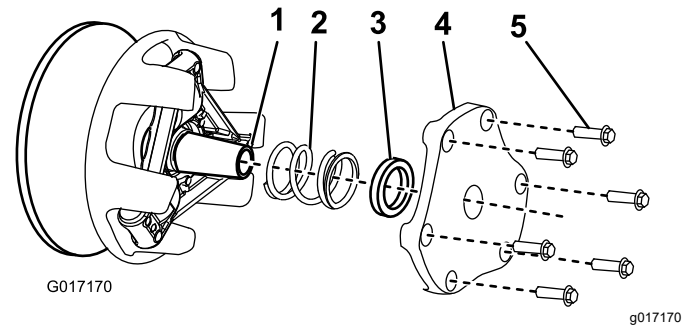

Figura 54
- Reserve a cobertura, espaç*ador* e mola (Figura 54).